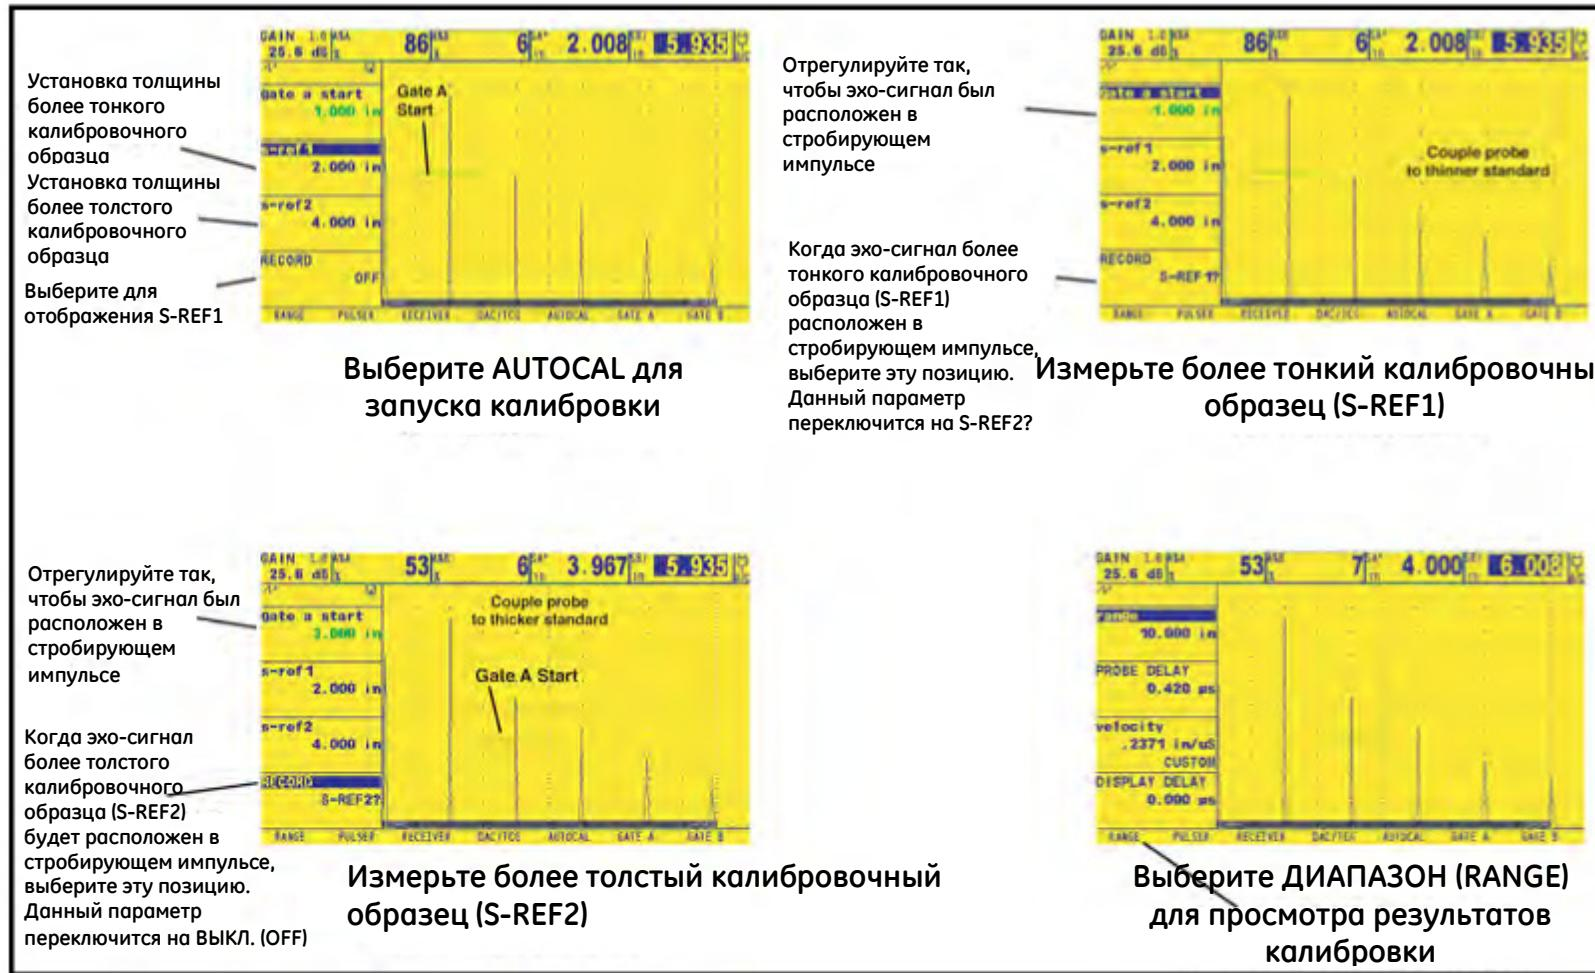

Рисунок 14. Процедуры автокалибровки
Примечание. При выполнении указаний, приведенных в данном разделе, см. рис. 14, стр. 56.
4. Нанесите контактную пасту и присоедините датчик к **более тонкому** калибровочному образцу. Функция A START должна быть выделена, нажмите тумблер функций или переместите джойстик () для смещения начальной точки стробирующего импульса А так, чтобы стробирующий импульс А находился поверх эхосигнала, соответствующего толщине более тонкого калибровочного образца (см. рис. 14, стр. 56). Грубые настройки выполняются с помощью тумблера функций, а точные – с помощью джойстика.
6. Нанесите контактную пасту и присоедините датчик к **более толстому** калибровочному образцу. Затем используйте джойстик () для выбора функции, называющейся A START (начальная точка стробирующего импульса A). Нажмите тумблер функций или переместите джойстик () для смещения начальной точки стробирующего импульса A так, чтобы стробирующий импульс A находился поверх эхо-сигнала, соответствующего толщине более толстого калибровочного образца (см. рис. 14, стр. 56). Грубые настройки выполняются с помощью тумблера функций, а точные – с помощью джойстика.